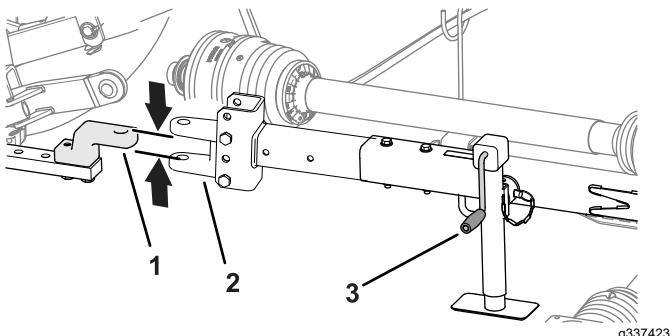

Figura 28
- Utilizzate la stegola del martinetto per sollevare o abbassare il martinetto della barra di traino e allineare la barra di traino al timone o all'attacco a cardine (Figura 28).
- Allineate il timone o l'attacco a cardine del veicolo di traino alla barra di traino del tosaerba (Figura 28).